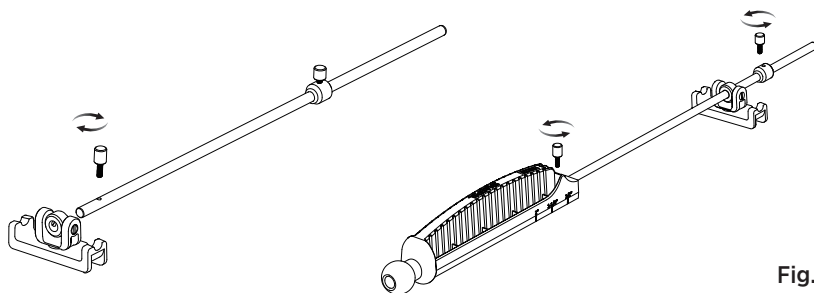

Fig. 4
4. **Hinweis:** Bitte entfernen Sie die schwarzen Schutzkappen von beiden Enden vor der Verwendung – sie schützen die Führungsschiene während des Transports. Lösen Sie die Schraube der Schleifführungsstange und führen Sie die Stange durch das Scharniergelenk. Verbinden Sie die Schleifführungsstange mit der Schleifplatte und ziehen Sie die Schraube fest an. Passen Sie die Position des Schleifplattenbegrenzers nach Bedarf an, um den gewünschten Schleifabstand einzustellen (Siehe Fig. 4).